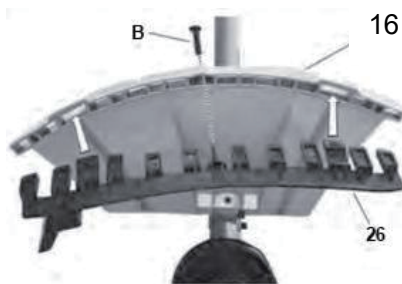

Fig. 3-3
1. Quando usar a cabeça de fio de corte, tem de colocar sempre a proteção adicional com a faca de corte da linha. (Fig. 3-3, Fig. 3-4)
Fixe a proteção adicional (26) com o parafuso (B). (Fig. 3-3)